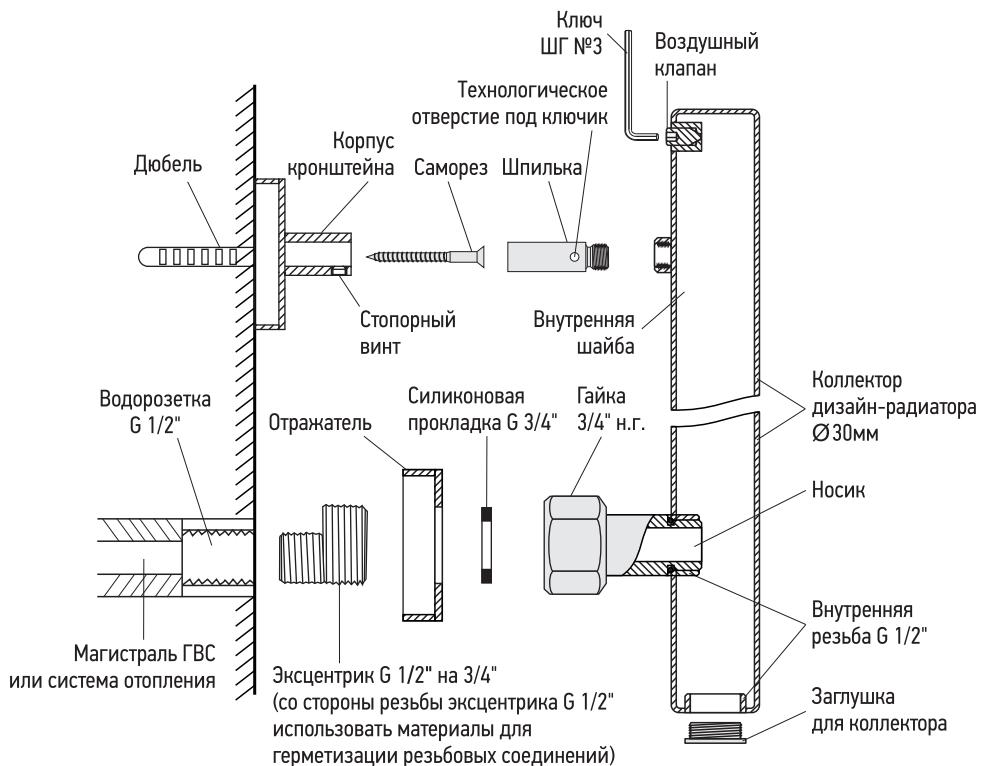

Рис. 2
#### 3.3. Комплектация. Полотенцесушитель комплектуется согласно схеме монтажа (рис. 2):
4.5. Сборку и установку изделия производить согласно схеме (рис. 2, 3).
4.5.3. Осуществить примерочный монтаж изделия с целью разметки мест под крепления корпуса кронштейна. Для этого накрутить накидные гайки носиков на эксцентрики, состыковать шпильки кронштейна со стеной и произвести разметку (рис. 2).
4.5.4. Демонтировать изделие и закрепить корпус кронштейнов на стене с помощью саморезов и дюбелей (идут в комплекте) (рис. 2).